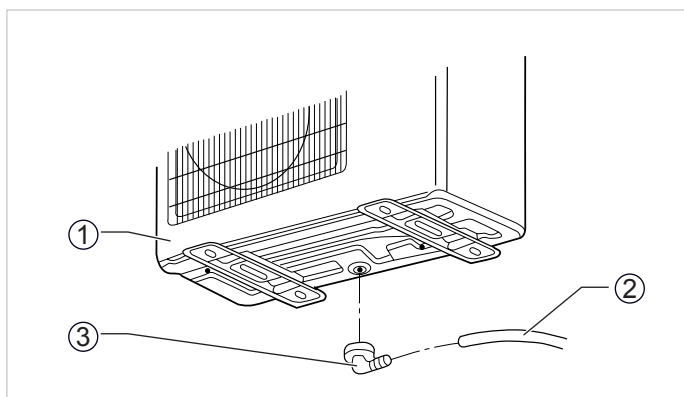

Fig. 10.1 Montage du coude d'évacuation des condensats
- Insérer le coude fourni avec l'appareil dans l'orifice prévu à cet effet au niveau de la partie du bas de l'unité extérieure et le tourner de 90° pour le fixer (cf. figure 10.1).